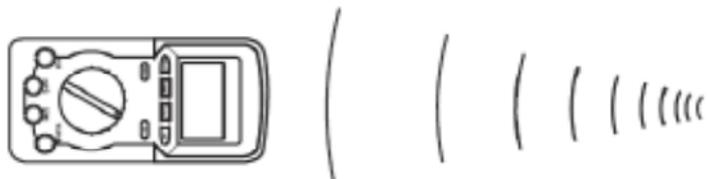

Figura 4
2. Aponte o sensor sonoro para a fonte de som a ser medida (Figura 4).